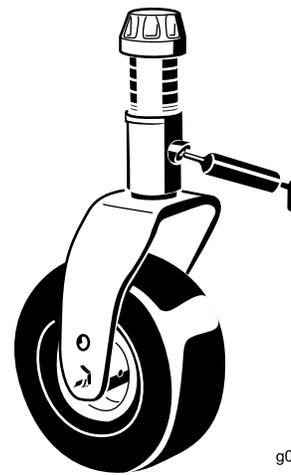

Bild 40
- Laufradgabel-Wellenbüchse (1) (Bild 40)
- Spannarmlager (1)